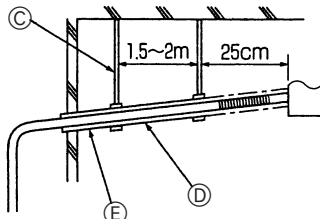

Fig. 8-2
- (4) Accertarsi che la pendenza della tubazione di scarico sia maggiore di 1/100. (Fig. 8-2)
- ③ Supporti
- ⑤ Pendenza superiore a 1/100.
- ⑤ Isolamento termico